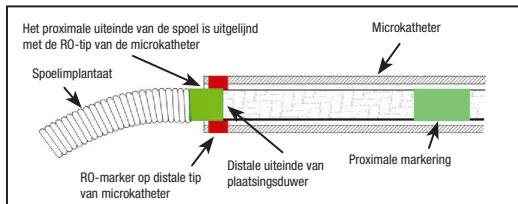

Afbeelding 3 – De krimpbescherming proximaal trekken
17. Houd het hulpmiddel iets distaal ten opzichte van de krimpbescherming vast en trek de krimpbescherming proximaal om het lijpje op de introducerhuls bloot te leggen. Zie afbeelding 3.